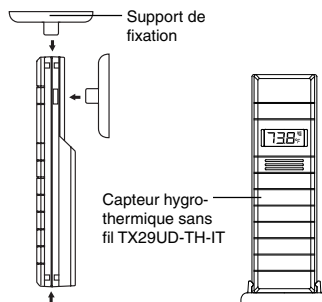

Figure 2
2. Le capteur hygro-thermique sans fil (TX29UD-TH-IT) avec support de fixation. (Figure 2)